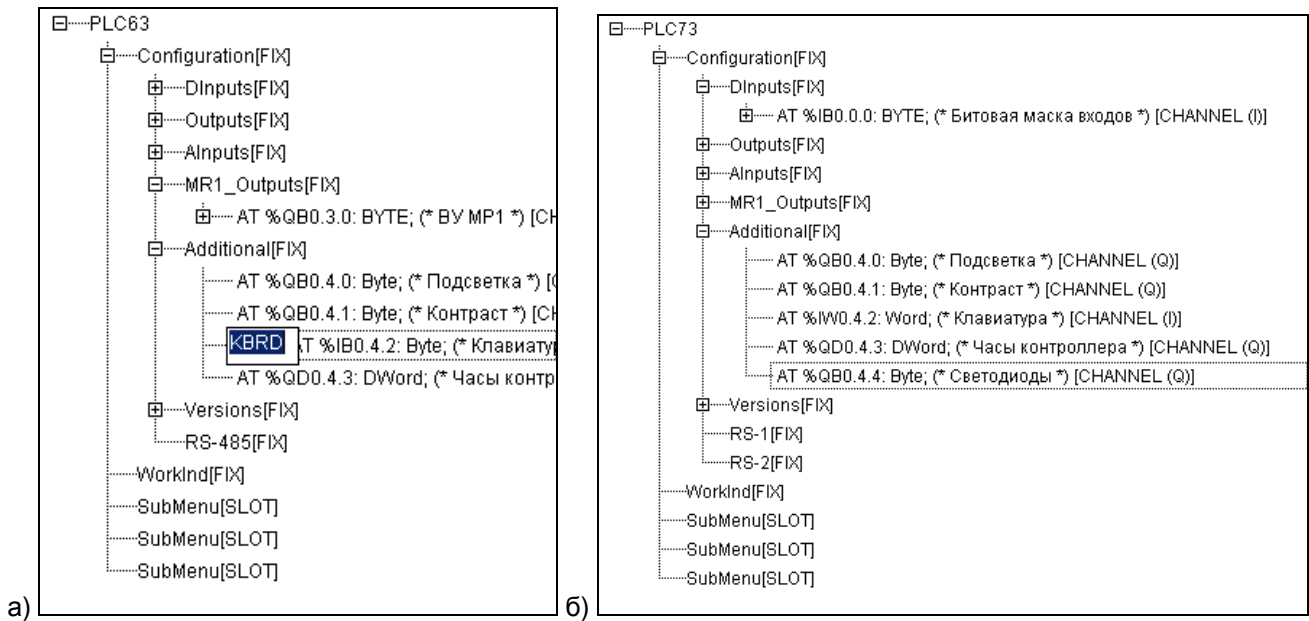

Рисунок 7.17 – Именованная переменная «Состояние клавиатуры», а и переменная «Светодиоды» (только для ПЛК73), б
Модуль дополнительных параметров предназначен для настройки ЖКИ, клавиатуры, звука и часов реального времени на ПЛК (см. рисунок 7.17).
- 1) Переменной «Состояние клавиатуры» – присвоить имя (например «KBRD», см. рисунок 7.17, а).